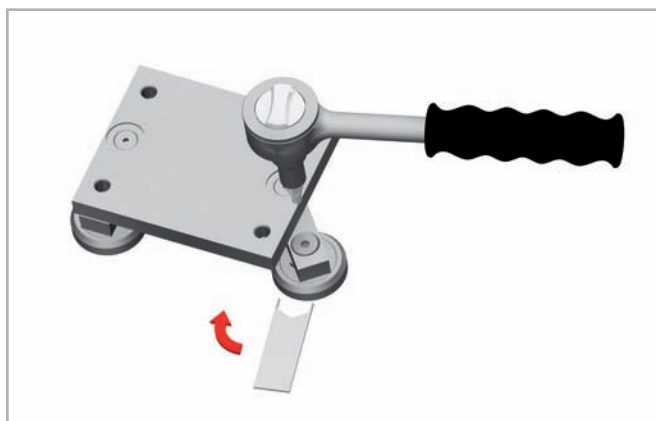

Fig. 22
- Inserire la chiave piatta speciale (fornita) nella sede esagonale del perno da regolare (vedere fig. 22).